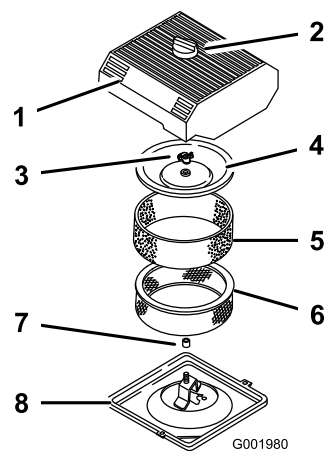

Figura 46
3. Pulite intorno al filtro dell'aria per evitare che la morchia possa penetrare nel motore provocando gravi danni (Figura 46).
4. Svitare la manopola sul coperchio del filtro dell'aria e togliete il coperchio (Figura 46).
5. Togliete con cautela l'elemento in schiuma sintetica dall'elemento di carta (Figura 46).
6. Svitare il dado del coperchio e togliete sia il coperchio che l'elemento di carta (Figura 46).
- Infilate con cautela l'elemento in schiuma sintetica sopra l'elemento di carta del filtro dell'aria (Figura 46).
- Avvitare a fondo, manualmente, il dado contro il coperchio (Figura 46).
- Montate il coperchio del filtro dell'aria e la manopola (Figura 46).